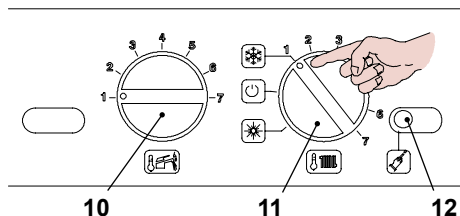
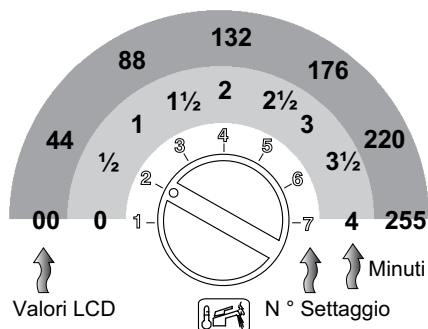

Fig. 5.47
Fig. 5.51
- Prima di alimentare elettricamente la caldaia posizionare le manopole 10 e 11 come indicato in Fig. 5.47 .
- Per settare il tempo di postcircolazione della pompa bisogna entrare nella programmazione premendo per 15 secondi il pulsante di ripristino 12 , in Fig. 5.47 fino alla comparsa del parametro **P01** sul display LCD; sul display LCD compare la seguente visualizzazione (la sequenza **P01** si alterna -- -- --).
Premere il pulsante di ripristino 12 in Fig. 5.47 per lo scorrimento dei vari parametri sino al raggiungimento del parametro **P11** valido per il settaggio postcircolazione della pompa; sul display LCD compare la seguente visualizzazione (la sequenza **P11** si alterna **44**).
Per cambiare il settaggio ruotare la manopola di regolazione temperatura sanitari 10 in Fig. 5.47 e posizionarla sul tempo prescelto Fig. 5.51 .
Il passo del settaggio della manopola 10 Fig. 5.51 corrisponde a un valore letto sul display LCD di circa **44** (40 secondi) e questo valore può essere variato fino a circa **255** (4 minuti); nell'LCD la sequenza **P11** si alterna con **60**.